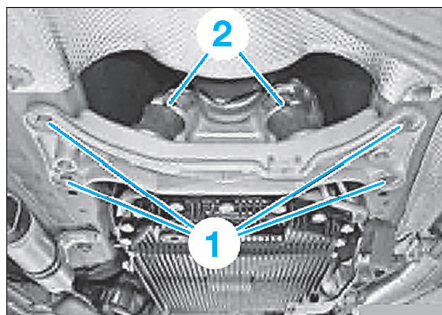

FIG. 10
- Défaire les vis (1) et les écrous (2) (Fig.10).